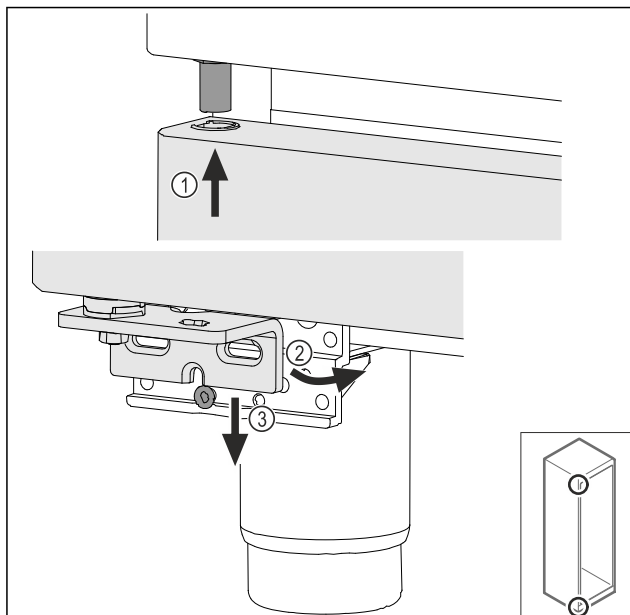

Fig. 39
- ▶ Lehce naklopená dvířka zasuňte nahoře Fig. 39 (1), dvířka narovnejte Fig. 39 (2) a nasadte je dole na šroub stojanu ložiska Fig. 39 (3).